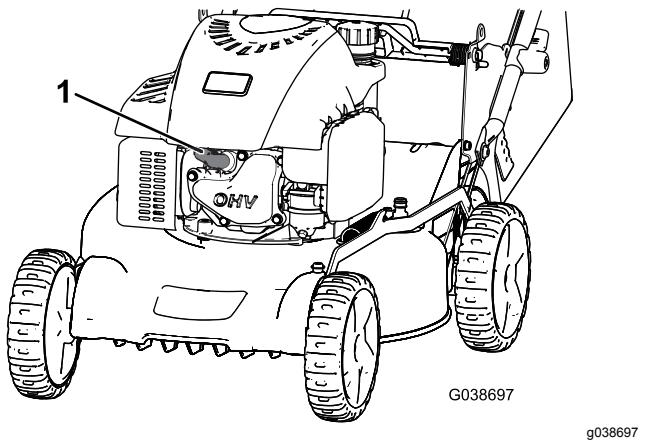

Figura 24
- Scollegate il cappellotto dalla candela (Figura 24).
2. Scollegate il cappellotto dalla candela (Figura 24).